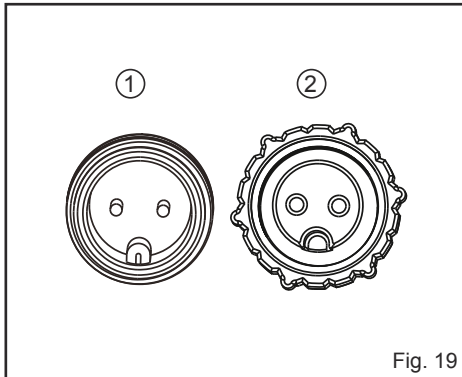

Fig. 19
- Connectez d'abord le câble de rallonge à l'adaptateur d'alimentation. Aligner l'encoche (①) du câble de rallonge avec la rainure (②) de l'adaptateur et tourner la douille de verrouillage (③) dans le sens des aiguilles d'une montre pour la mettre en place (Fig. 19 & 20).
- Branchez ensuite le cordon d'alimentation de la station de base au câble de rallonge. Alignez l'encoche (①) du cordon d'alimentation avec la rainure (②) de la rallonge et tournez la douille de verrouillage (③) dans le sens des aiguilles d'une montre pour la mettre en place (Fig. 19 & 20)